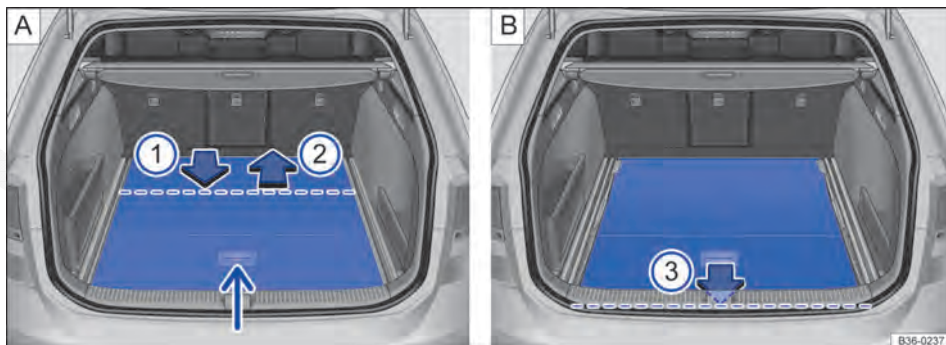

Fig. 143 No compartimento de bagagem: afundar o assoalho do compartimento de bagagem.
- Levantar o assoalho do compartimento de bagagem → Fig. 143 **A** (seta menor) e virar.
- Puxar o assoalho do compartimento de bagagem no sentido da seta → Fig. 143 **A** **①** sobre o canto do compartimento de bagagem até aproximadamente a linha tracejada. A parte frontal do assoalho do compartimento de bagagem deve virar para baixo.
- Empurrar o assoalho do compartimento de bagagem, no sentido da seta → Fig. 143 **A** **②**, até o batente. O assoalho do compartimento de bagagem está, agora, na posição mais baixa.
- Puxar o assoalho do compartimento de bagagem no sentido da seta → Fig. 143 **B** **③** para o canto do compartimento de bagagem até o batente.